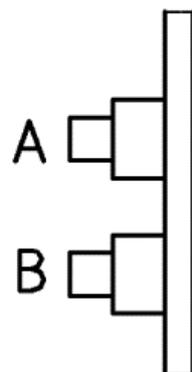

Fig. 4
9. Mantenere premuto il tasto "A" del PCB per un secondo (Fig. 4).
12. Mantenere premuto il tasto "B" del PCB per un secondo (Fig. 4).